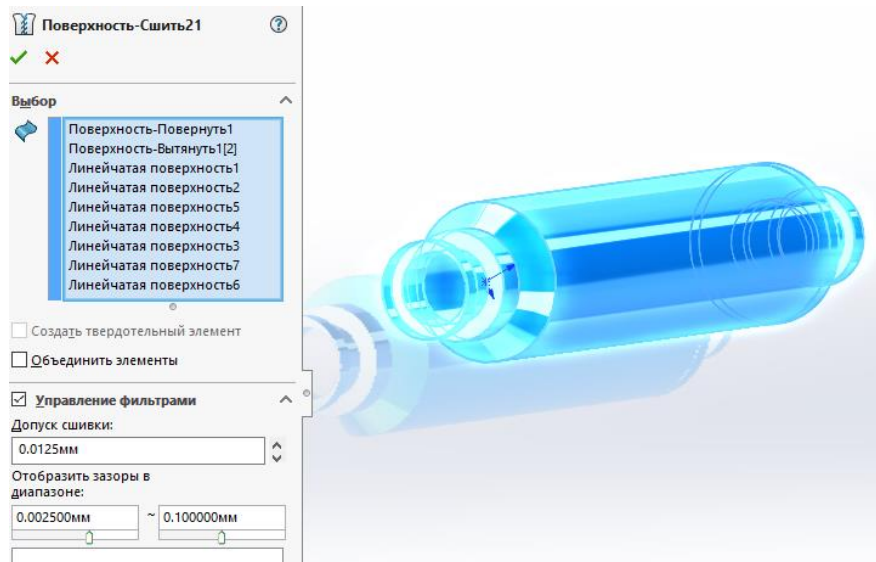

Рис. 14. Сшивка поверхностей внутренней оболочки
16.1. Для этого используем инструмент *Сшить поверхность* . Выделяем все внутренние поверхности, как показано на рис. 14, и нажимаем галочку в верхней части панели .